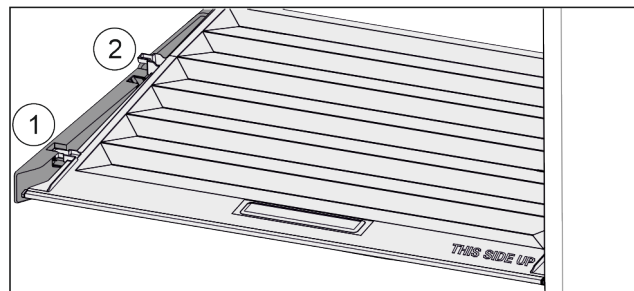

Fig. 114
- ▶ Издърпайте напред Fig. 114 (1) капака до отвора в задържащите части.
- ▶ Повдигнете го отзад отдолу и отстранете Fig. 114 (2) нагоре.